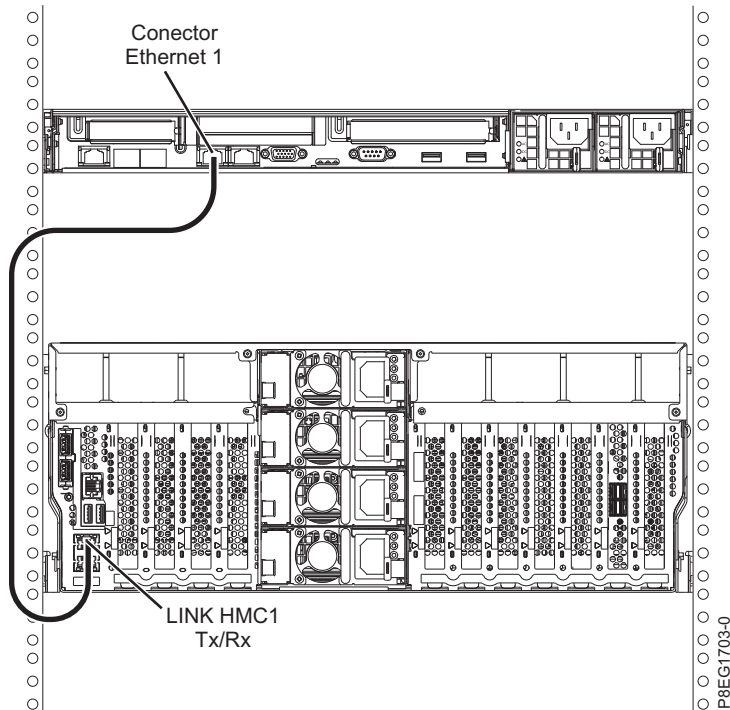

Figura 17. Conectando o HMC ao sistema gerenciado
1. Se você deseja conectar diretamente o seu HMC ao sistema gerenciado, conecte o **Conector Ethernet 1** no HMC à porta **HMC1** no sistema gerenciado. Consulte Figura 17 na página 14.